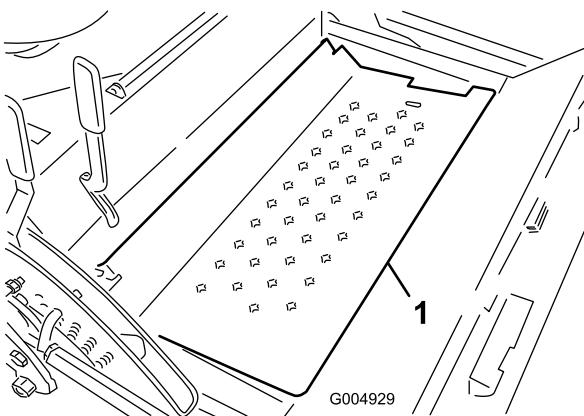

Рисунок 98
13. Откиньте панель пола (Рисунок 98) и закрепите опорной стойкой.